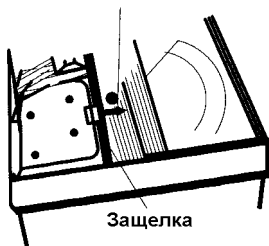

Рисунок 5
2. Нажмите на защелку расположенную в верхней части контейнера батареи в направлении стрелочного прибора и освободите его, как показано на рис. 5.